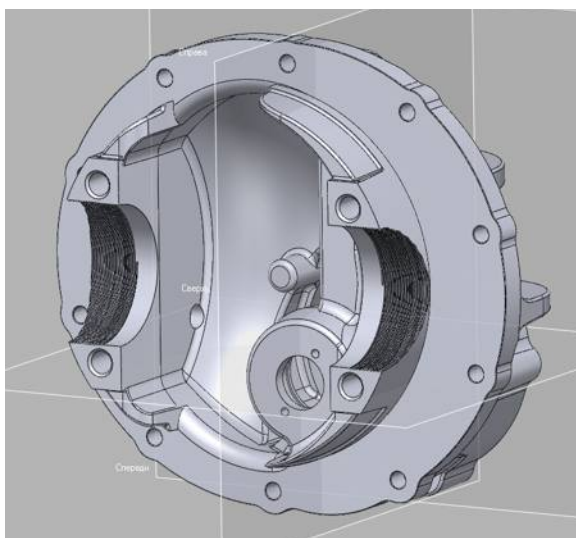

Рис.4
1. обеспечивать возможность с минимальными временными затратами позиционировать деталь на столе КИМ в том положении, которое имеет исходная модель (Рис.4);